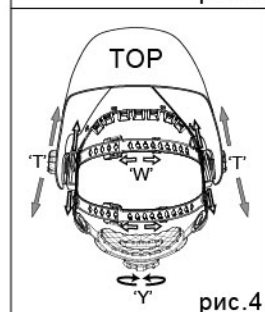

рис.4
Длину окружности оголовья можно увеличить или уменьшить, вращая ручку с нажатием на затылочной части оголовья (см. «Y» на рис.4). Это можно сделать не снимая маски и позволяет получить натяжение, необходимое для надежной фиксации сварочной маски на голове.
• Если наголовник сидит на голове слишком высоко или слишком низко, отрегулируйте ремень, который проходит через макушку. Для этого ослабьте конец ремня, выдавив стопорный штифт из отверстия в ремне. Переместите две части ремня относительно друг друга на требуемую длину и вставьте стопорный штифт в ближайшее отверстие (см.W рис.4).
Шаг 1: Ослабьте гайку фиксатор (см. “Т” на рис.4), и двигайте маску к или от вашего лица. Убедитесь, что расстояние между обоими глазами и светофильтром одинаковые, чтобы избежать неравномерного затемнения светофильтра.